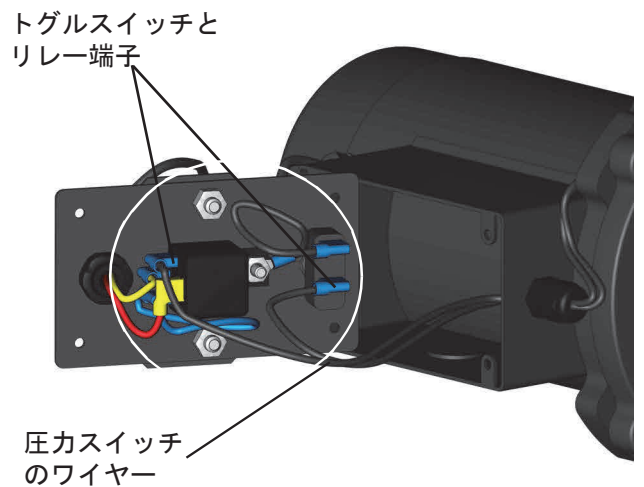

図 41
8. 圧カスイッチのワイヤーの端にコネクタを圧着します (図 41)。
10. 圧カスイッチのワイヤーをトグルスイッチとリレー端子に接続します (図 41)。